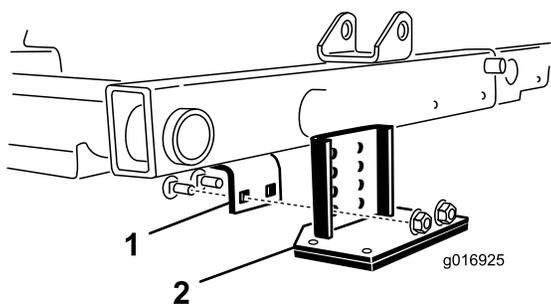

Рисунок 30
2. Найдите кронштейн рамы над центральным режущим блоком (Рисунок 30).
3. Нажимая передний валик центрального режущего блока вниз, определите, какие отверстия кронштейна опрокидывателя совпадают с отверстиями кронштейна рамы и обеспечивают такой же контакт валика при установленном кронштейне опрокидывателя (Рисунок 30).
4. Опустите режущие блоки и установите кронштейн опрокидывателя на раму с помощью 2 каретных болтов и 2 гаек, поставляемых вместе с комплектом (Рисунок 30).